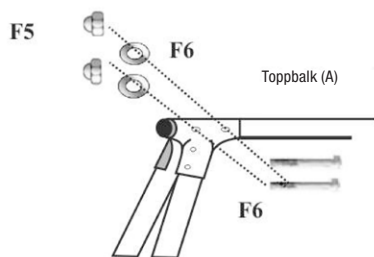

Fig 4
3. Fäst de båda benparen med fästen (B + H) i toppbalken (A). Se till att benen lutar utåt och att hålen i benfästena passar i hålen på ändarna av toppbalken, se fig 4. Fäst med 70 mm 6-kantsbult (F1), 2 brickor (F6), en på varje sida av fästet och M6 kupolmutter (F5).